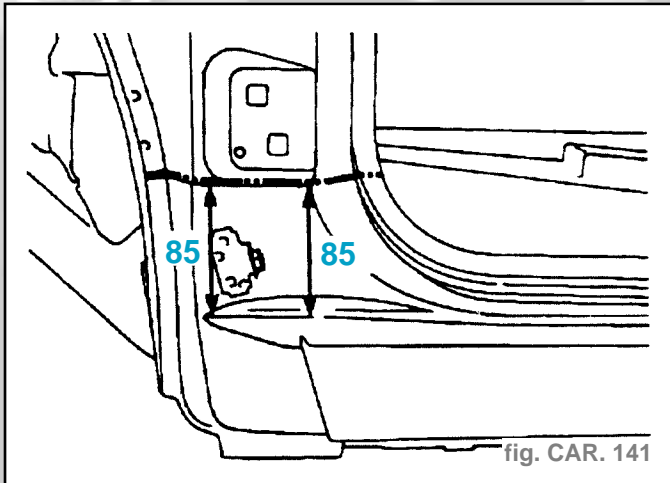

fig. CAR. 141
- Tracer, puis découper à l'aide d'une meule épaisseur **1 mm** (coupe provisoire) (fig. CAR. 141, 142 et 143)